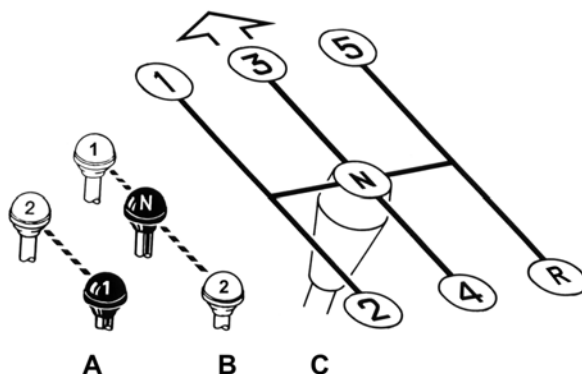

Рис. 5.9. Схема положения рычагов:
**21 – рычаг переключения передач раздаточной коробки** (для автомобилей типа 4x4). Схема включения блокировки межосевого дифференциала, переключения передач раздаточной коробки и коробки передач показана на рис. 5.9.
**23 – рычаг включения блокировки межосевого дифференциала раздаточной коробки** (для автомобилей типа 4x4). Схема включения см. рис. 5.9.